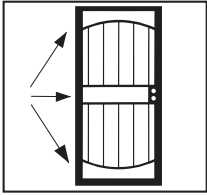

FIGURE 3
3. Ubique la puerta de seguridad en frente de la apertura a la altura deseada, asegurándose de que la puerta de seguridad esté vertical (plomada). Determine el lugar a perforar marcando con un lápiz a través de los orificios pretaladrados en la jamba del lado del seguro (Fig. 3).